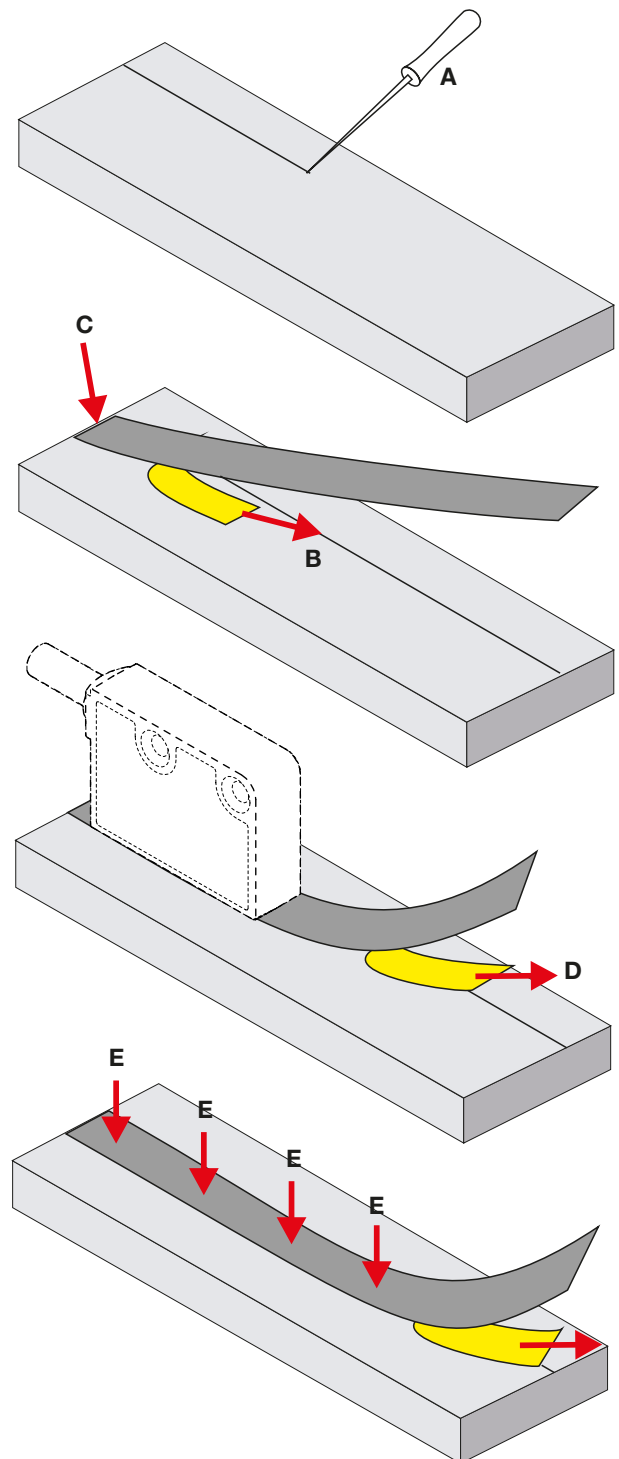

Fig. 4-4 : Fixation de la bande magnétique sur une surface plane
1. Prévoir ou tracer l'arête de butée de la bande magnétique sur la partie machine (Fig. 4-4, A).
5. Retirer une partie du film de protection adhésif à l'extrémité arrière de la bande magnétique (Fig. 4-4, B), positionner la bande magnétique et la coller légèrement (Fig. 4-4, C).
6. Retirer un peu plus le film de protection adhésif (Fig. 4-4, D), positionner la bande magnétique et exercer une légère pression manuelle (Fig. 4-4, E).